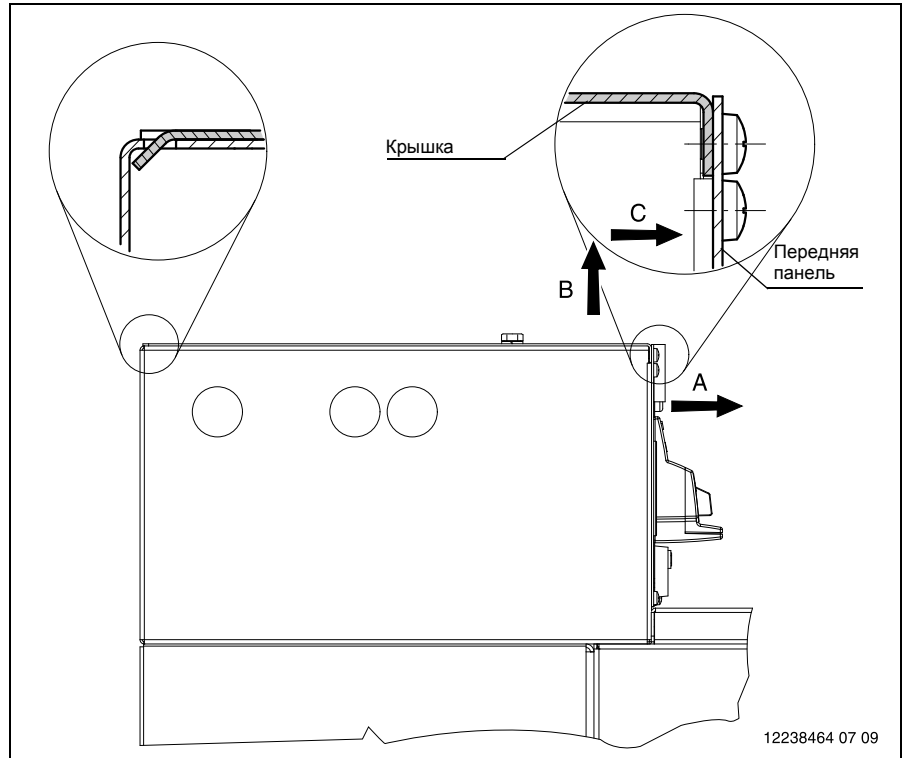

Рис. 22
- Удалите шестигранные винты (2 шт.) из крышки (Рис. 22).
- Удалите все самонарезающие винты (Рис. 22) в верхней части передней панели. В зависимости от типа панели GAE630 количество винтов может быть разным.
- Вытяните переднюю панель на несколько миллиметров вперед (Рис. 22/A).
- Приподнимите крышку за передней панелью (Рис. 22/B).
- Вытяните крышку из отверстий в раме (Рис. 22/C).